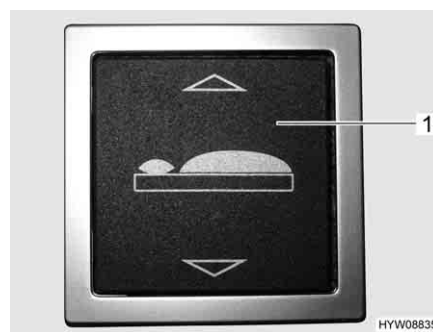

Fig. 67 Interruttore a bilico, comando letto di coda
- Premere in alto l'interruttore a bilico (Fig. 67,1) situato nel gavone di coda e tenerlo premuto finché il letto non si trova nella posizione desiderata o a finecorsa.